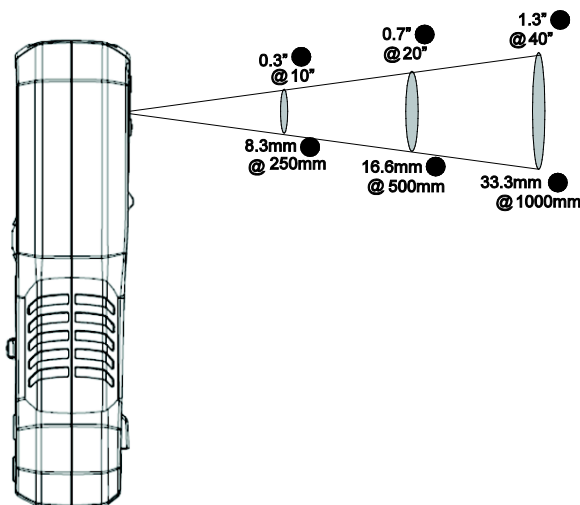

Fig. 8-2 Forholdet afstand-til-sted 30:1
6. Forholdet afstand-til-sted for billedenheden er 30:1, hvilket betyder, at målestedet altid er 30 gange mindre end afstanden fra måler til sted (på en afstand af 30" 'ser' måleren en målplet på 1"). Se **Fig. 8-2**.